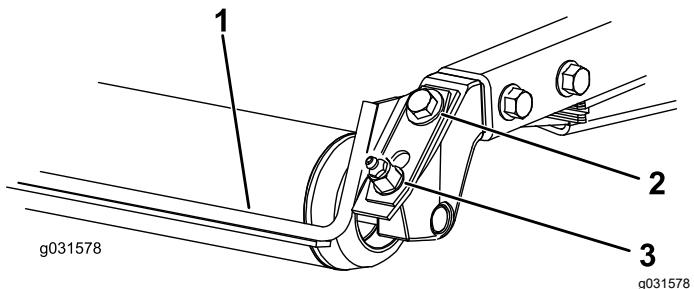

図 19
1. グリスフィッティングと取り付けねじをゆるめる図 19。